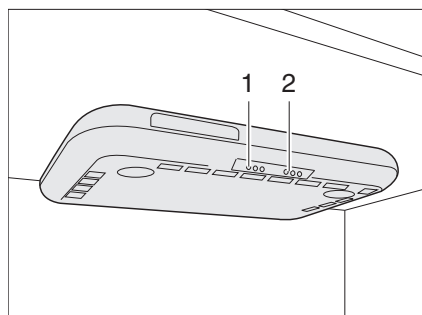

Fig. 194 Campana
- Conectar y desconectar la campana con el interruptor (Fig. 194,1).
- Conectar y desconectar las luces de la cocina con el interruptor (Fig. 194,2).